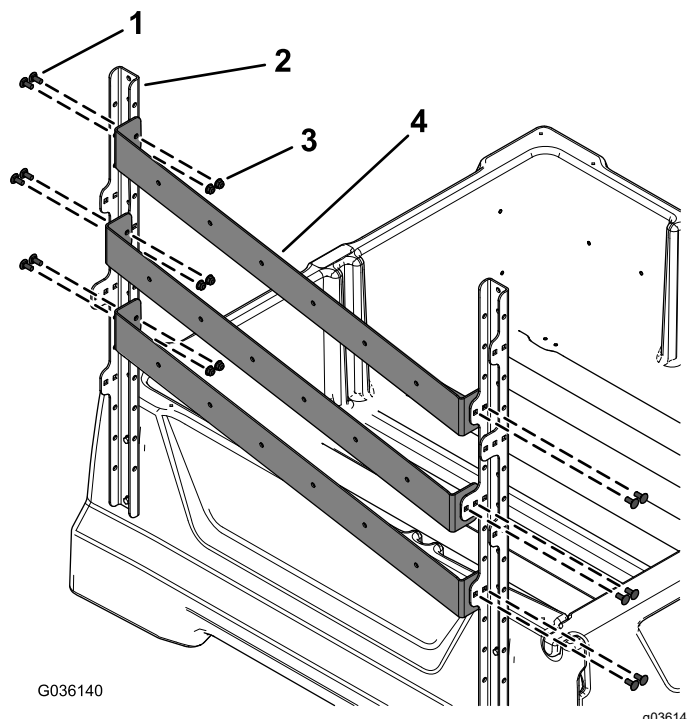

Figura 3
2. Montate i 3 fermi della pala sulle staffe del telaio dei montanti laterali con 12 bulloni a testa tonda ($\frac{5}{16}$ " x $\frac{3}{4}$ ") e 12 dadi flangiati ($\frac{5}{16}$ ") come illustrato nella Figura 3.